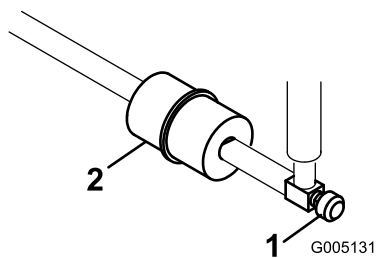

Figura 52
Nei tubi di alimentazione, tra il serbatoio del carburante ed il carburatore, è incorporato un filtro in linea (Figura 52). Sostituire il filtro ogni 800 ore o prima, qualora il flusso del carburante fosse ostacolato. Verificate che la freccia sul filtro sia diretta lontano dal serbatoio del carburante.
1. Chiudete la valvola di intercettazione del carburante, allentate la fascetta stringitubo dal lato carburatore e rimuovete il tubo di alimentazione dal filtro (Figura 52).
2. Collocate una bacinella di spurgo sotto il filtro, allentate la restata fascetta stringitubo e rimuovete il filtro (Figura 52).